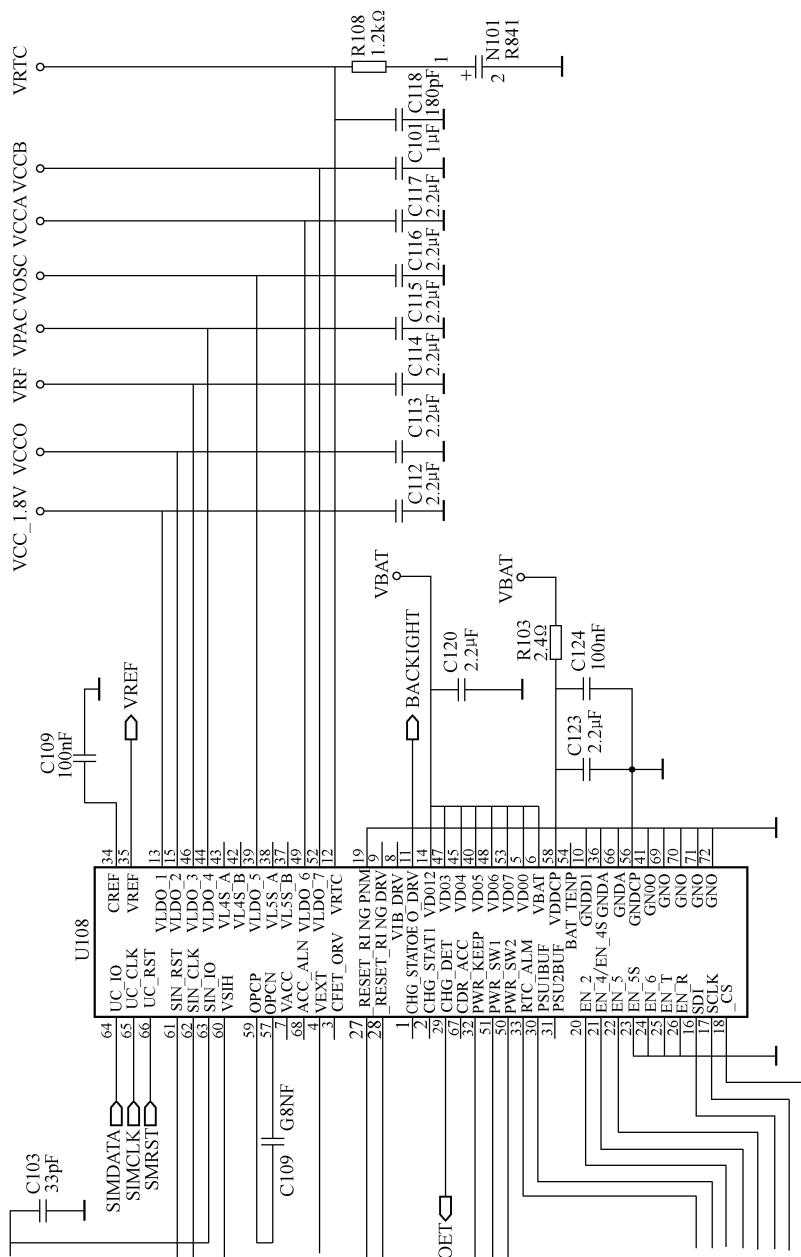

图 4-12 外引脚电源 IC 组成的电源电路
如图 4-12 所示，为外引脚电源 IC 组成的电源电路。
1) 电源 IC 功能引脚的英文含义及其正常工作的三大电路。我们先来对图 4-12 中电源 IC 的主要功能引脚的英文含义及其正常工作的三大电路作一简要的了解。
① 电池供电的引脚电路。图 4-12 中, 14 脚、47 脚、45 脚、40 脚、48 脚、53 脚、5 脚、6 脚、58 脚等引脚外接一个英文 VBATT, 表示这些引脚都是电池电压直接送到电源 IC 作为供电的, 同时在供电线上还接了滤波电容 C120 (2.2μF)。
② 开机电路的判断。开机电路的判断方法我们已作了解, 在图 4-12 中, 我们发现 51 脚、50 脚分别标有 PWR_SW1 和 PWR_SW2, 这两个英文都表示电源开关的意思, 那么在这两个英文的电路中一定就是连接开机键的。
2) 外引脚电源 IC 组成电路的工作原理。首先，我们先找到电池接口。当找到了起点电池接口，就可以知道电池电压就会通过一些电阻元件（如图 4-12 中的 R103）或者直接送到电源 IC 引脚上作为电源 IC 的供电（VBATT 标示）。